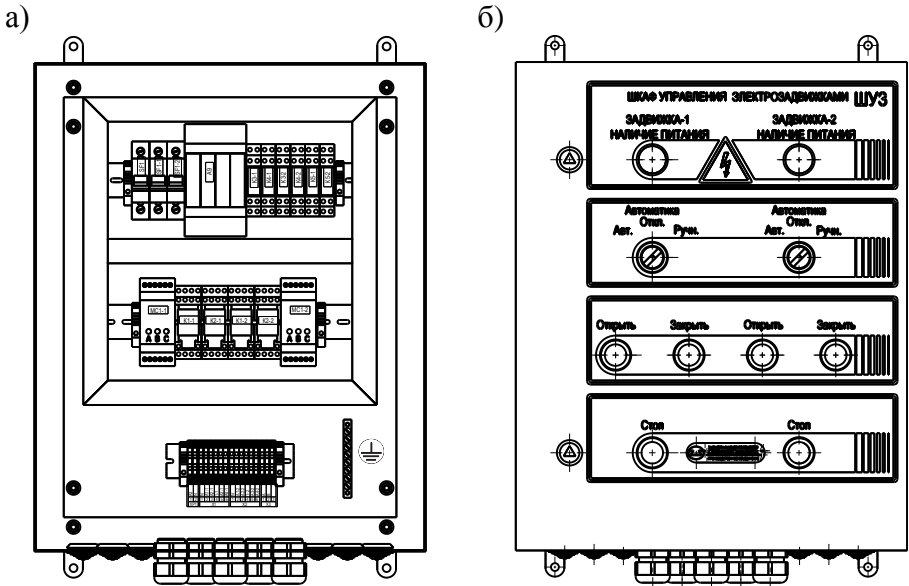

Рисунок 1 – Шкаф управления электроздвижками
5.1 Корпус шкафа, выполненный из стали, имеет коробчатую форму. К корпусу с помощью петли крепится крышка. Элементы управления, размещённые внутри корпуса, установлены на DIN-рейках (рис.Рисунок 1а). На крышке шкафа расположены органы управления и индикации (рис.Рисунок 1б). Конструкция шкафа предусматривает его одностороннее обслуживание. Дверь шкафа снабжена замком, открываемым специальным ключом, входящим в комплект поставки.